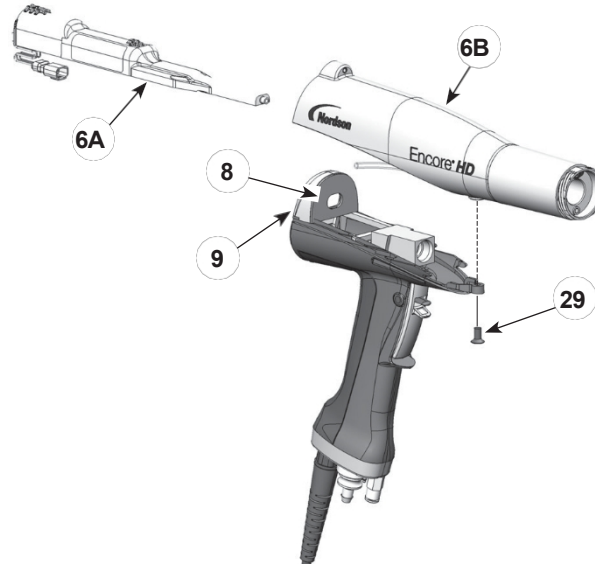

Abbildung 13 Entfernen des Netzteils aus dem Pistolengehäuse
1. Siehe Abbildung 13. Schieben Sie das Netzteil (6A) aus dem Pistolengehäuse (6B).
2. Prüfen Sie die Dichtung (8) auf der Rückseite des Schotts (9). Ersetzen Sie sie, wenn sie beschädigt ist. Die Dichtung ist mit einem druckempfindlichen Klebstoff an der Spritzwand befestigt.